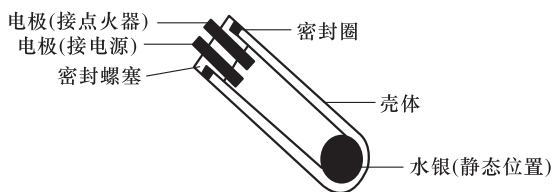

图 7-21 水银开关式碰撞传感器的结构
(1) 结构 水银开关式碰撞传感器是利用水银良好的导电特性制成的传感器，一般用作防护传感器（安全传感器）。它主要由水银、电极、密封圈、密封螺塞及壳体组成，如图 7-21 所示。